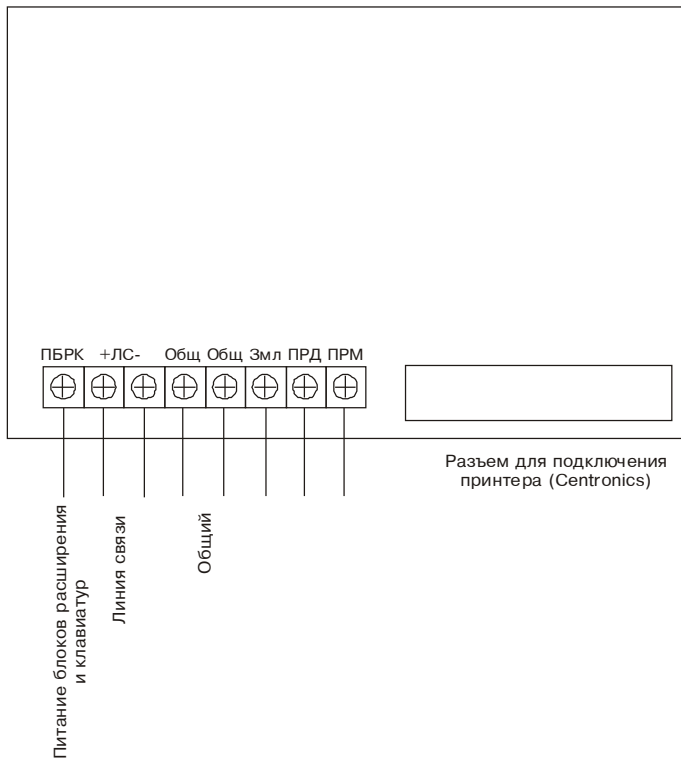

Рис. 17
1.3.6.1. Схема подключений БВД приведена на рис.17.